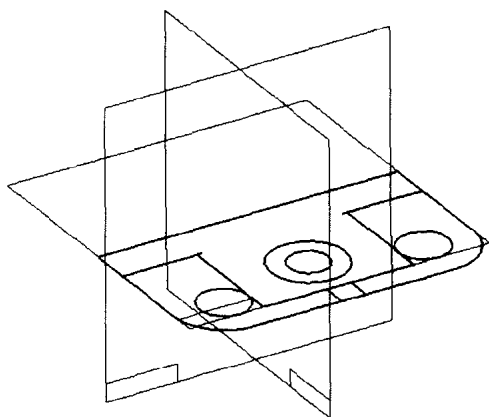

图 1-27
7. 单击[完成]按钮结束二维草图，返回零件设计环境（如图 1-27 所示）。